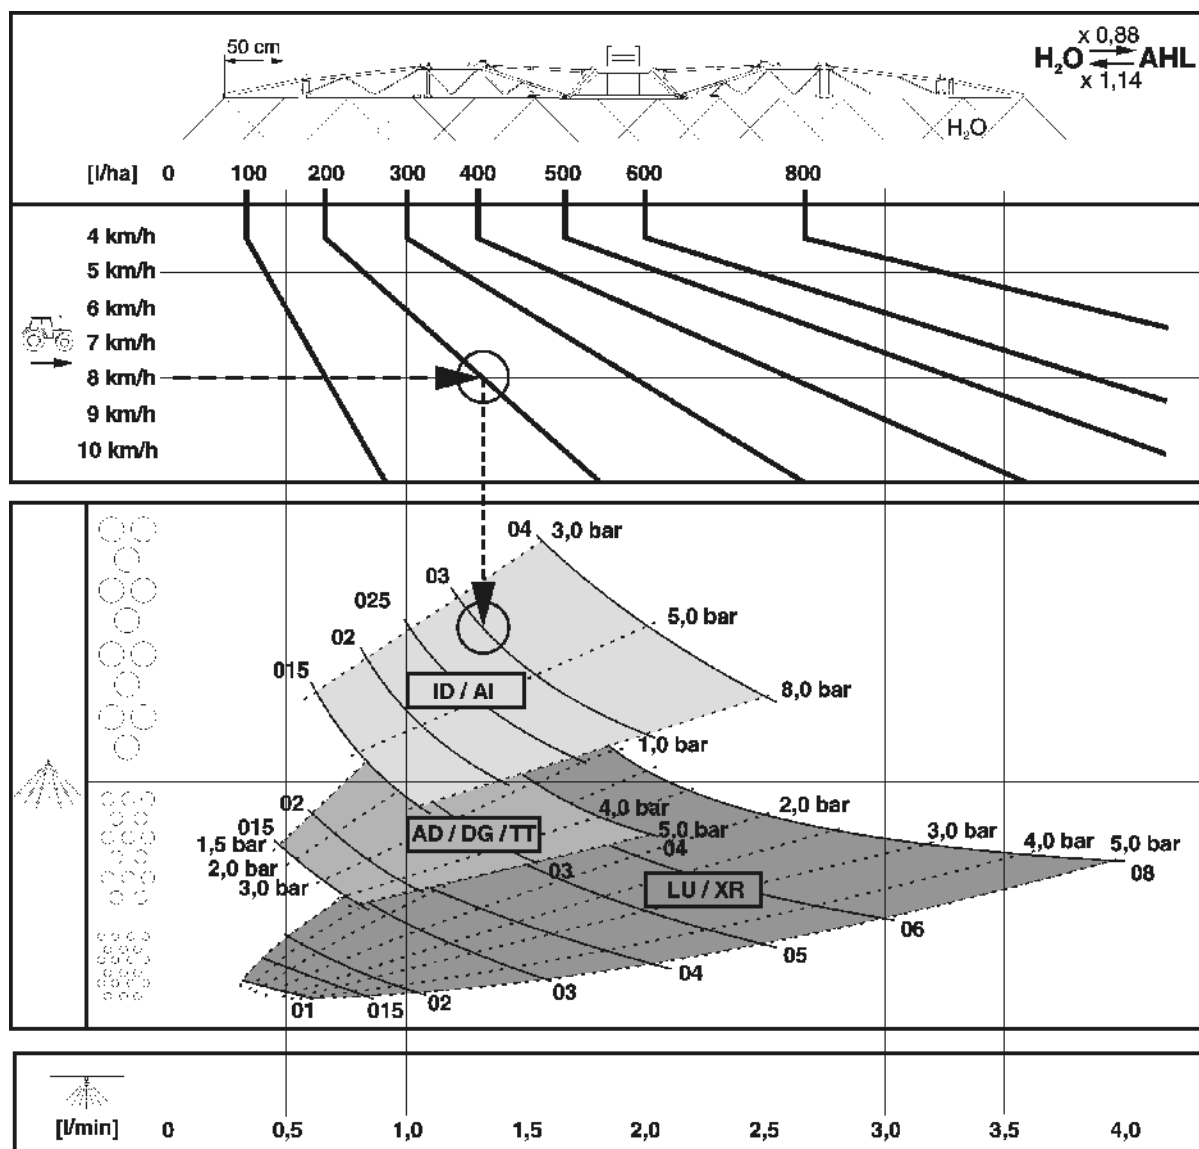

Fig. 152
- Fig. 152 anvendes til at finde den egnede dysetype. Dysetypen skal bestemmes ud fra